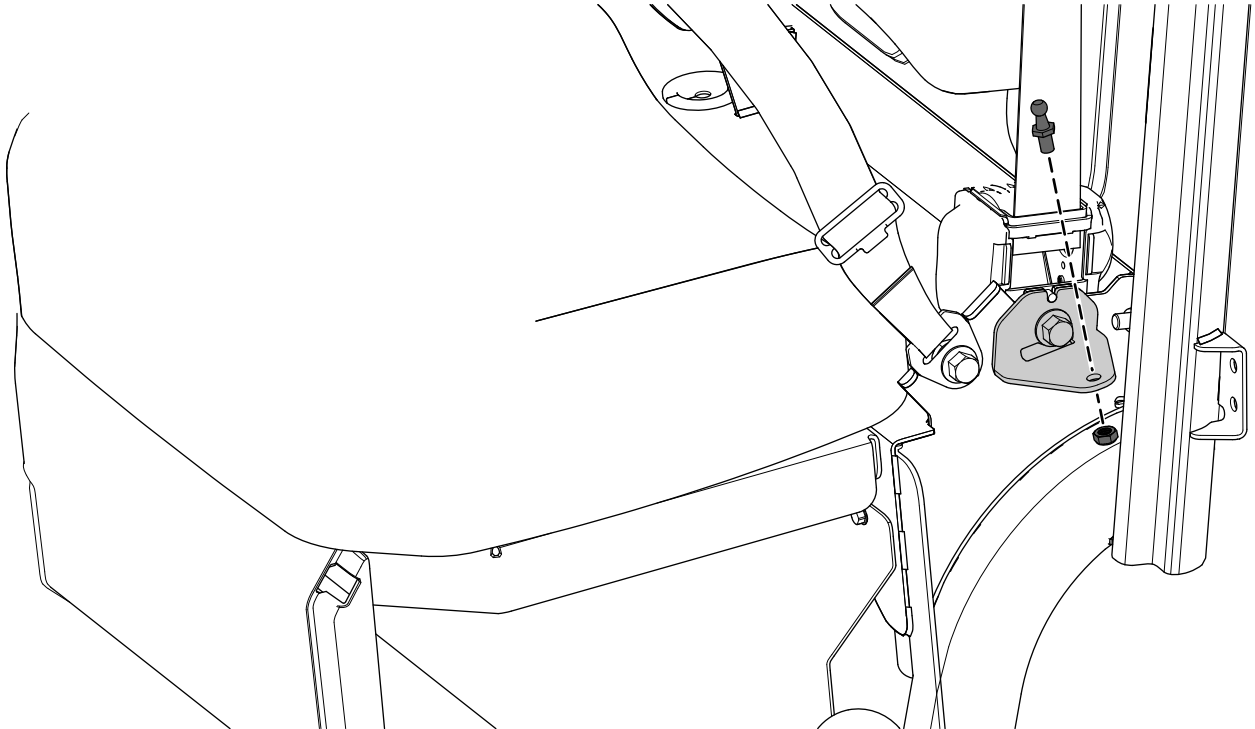

Figure 4
4. Fixez un support de renfort à la patte de renfort de la porte gauche à l'aide d'un contre-écrou (5/16"), comme montré à la Figure 4.